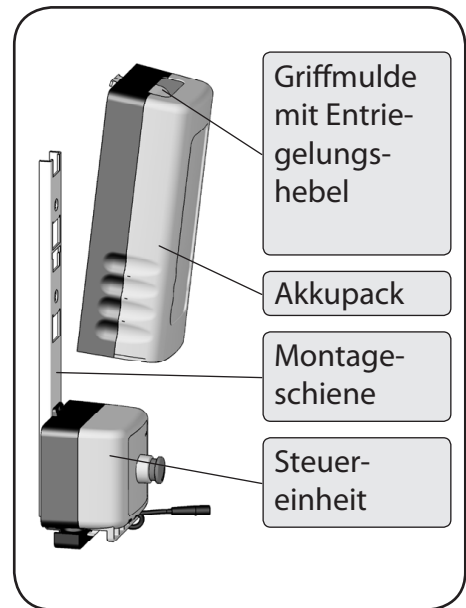

Abbildung 26
1. Greifen Sie von oben in die Griffmulde am Akkupack und ziehen Sie mit den Fingern den Entriegelungshebel nach oben (Abbildung 26).
2. Ziehen Sie gleichzeitig den Akkupack ein Stück von der Montageschiene weg und dann nach oben aus der Halterung heraus (Abbildung 26).